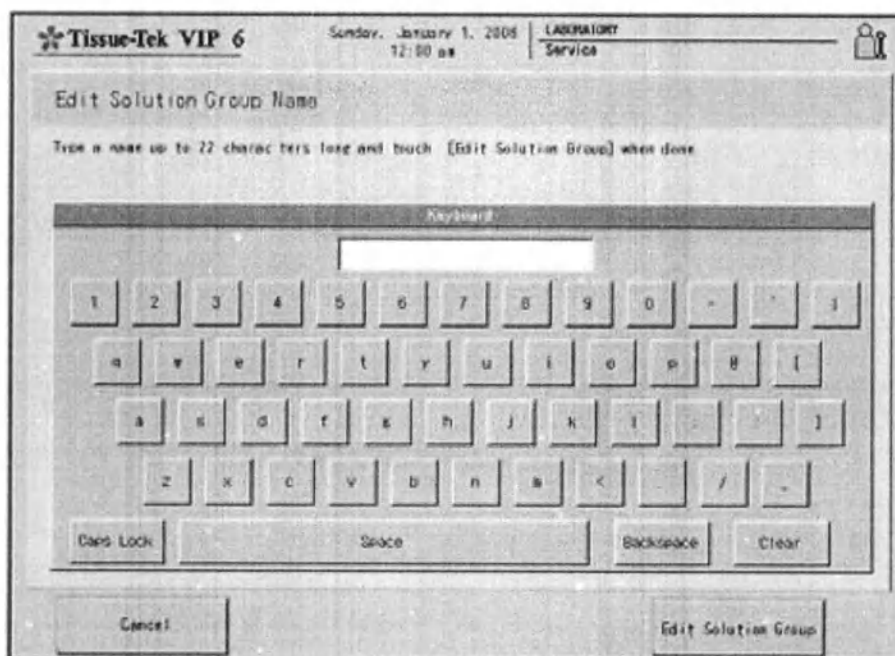

Рис. 65 Изменение названия групп растворов
- Появится экран «Edit Solution Group Name» (Изменение названия группы растворов) (Рис. 65).